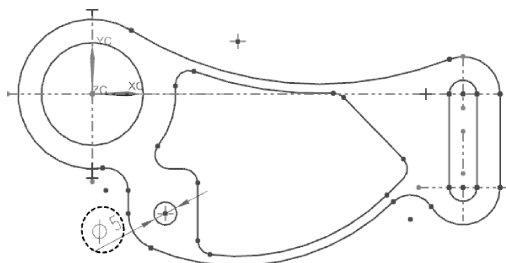

图 2-89 绘制圆
- 单击【圆】按钮, 在左下角圆角半径为 R8 的圆心位置上绘制直径为  $\varnothing 5$  的圆, 如图 2-89 所示。